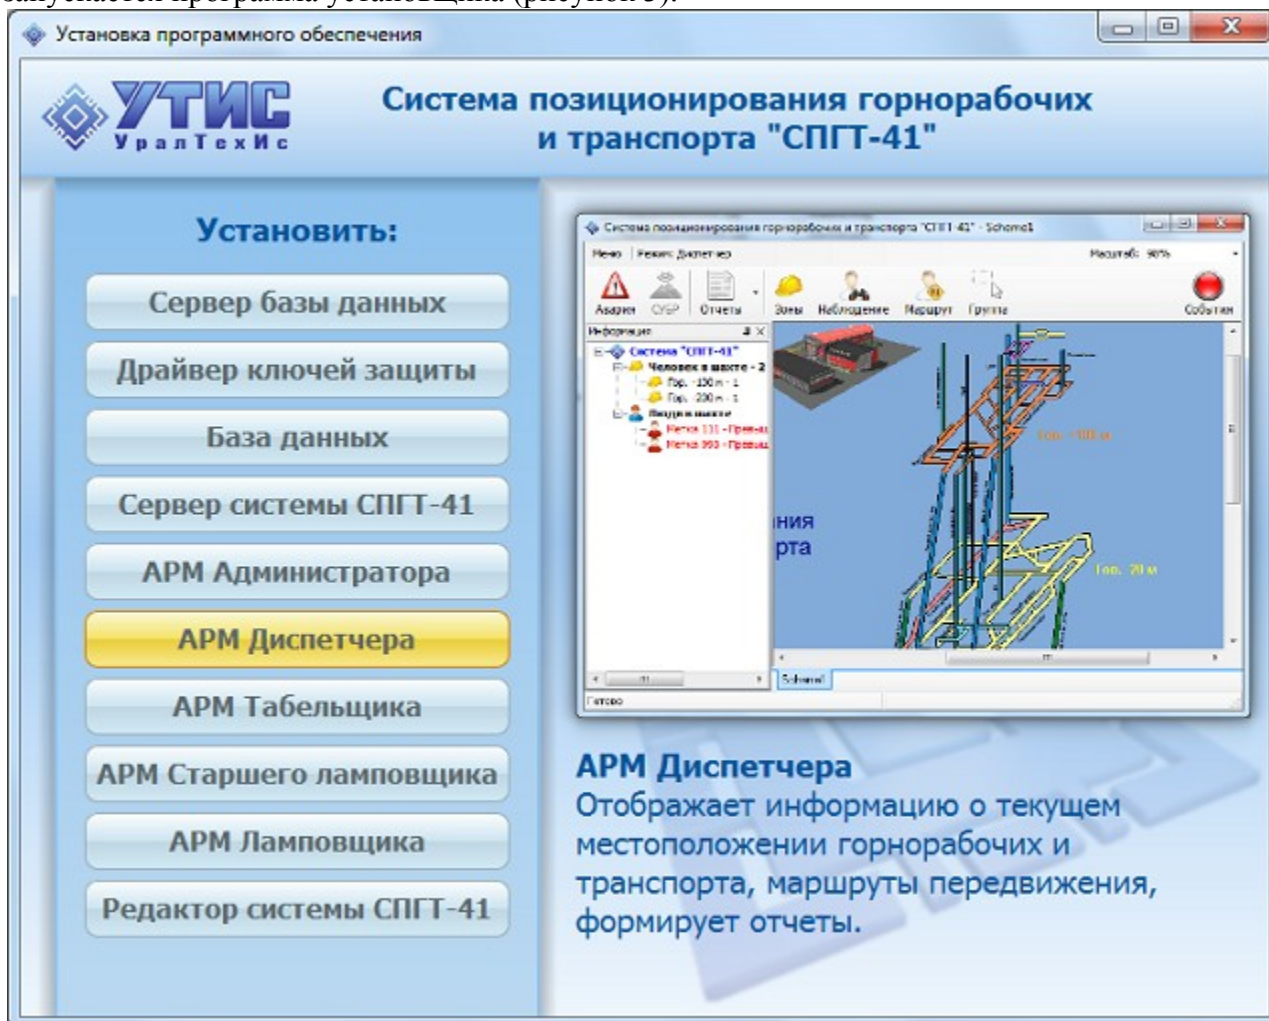

Рисунок 3 – Окно программы установщика
2.1.1 Установка программного обеспечения системы позиционирования горнорабочих и транспорта СПГТ-41 производится с установочного диска, входящего в комплект поставки СИСТЕМЫ. После установки диска в привод CD-ROM компьютера автоматически запускается программа установщика (рисунок 3).